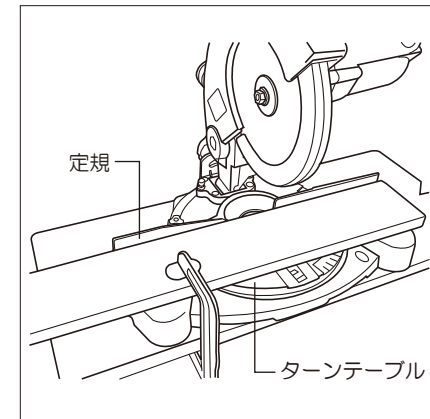

図23
- 材料を定規とターンテーブルに密着させ、切断作業中に材料が振り回されないように、確実に固定してください。(図23参照)